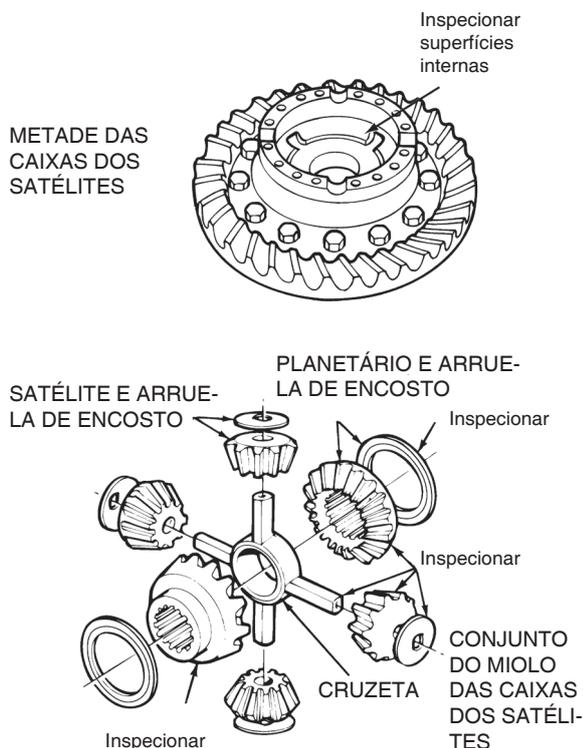

Figura 4.7
3. Verifique as seguintes peças principais do conjunto do diferencial para verificar existência de desgaste ou danos maiores. Substitua componentes que estejam danificados. Figura 4.7.